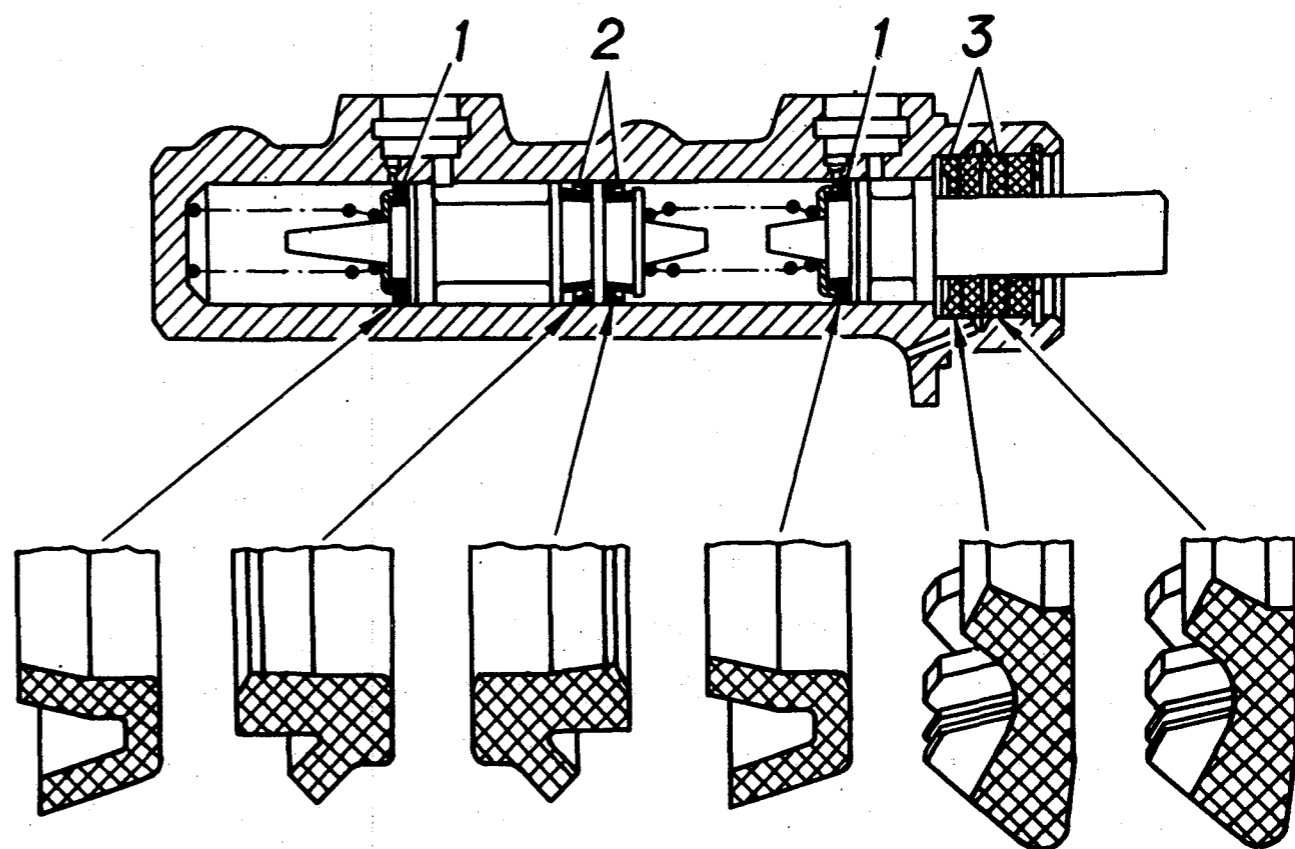

Рис. 191. Установка манжет главного цилиндра:
1. Установите манжеты на поршнях, как показано на рис. 191, избегая их перевертывания.